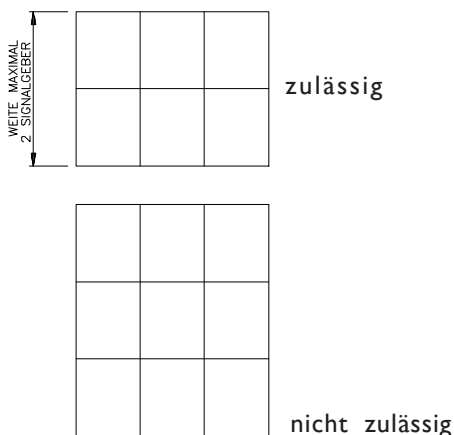

Abbildung 4 - Anordnung der Signalgeber für einen großen Gefahrenbereich
ANMERKUNG: Tapeswitch CKP/S1 Signalgeber haben rund um die Außenkanten eine tote Zone. Diese tote Zone mißt 50mm Breite, d.h. dass die Dimensionen der aktiven Zone (der den Gefahrenbereich abdeckenden Zone) 100 mm kleiner sind als die Gesamtdimensionen des Signalgebers (Siehe Abbildung 2). Dies sollte bei der Spezifizierung für einen bestimmten Einsatzbereich berücksichtigt werden. Abbildung 4 zeigt das Verhältnis der Außenabmessungen des Signalgebers zum aktiven Schaltbereich, und die daraus folgenden Abmessungen
- (c) Mehr als 2 Signalgeber dürfen nicht parallel verlegt werden, wie in Abbildung 4 dargestellt.